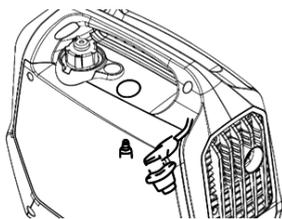
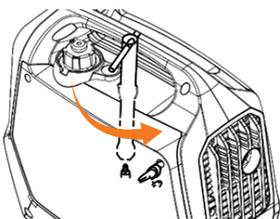

Рис. 25
Рис. 26
- Снимите высоковольтный колпачок со свечи зажигания, удалите грязь вокруг свечи и выверните свечу при помощи свечного ключа, модель **GDA 2500Si** (Рис. 25), модель **GDA 4500SEi** (Рис. 26).